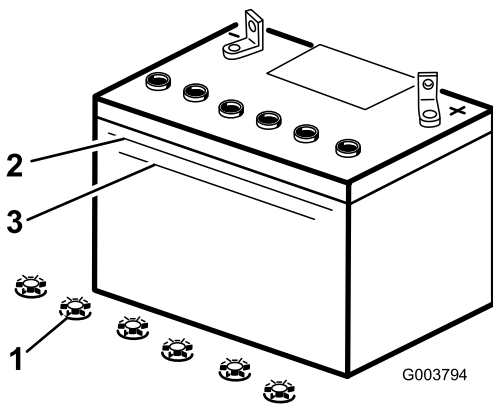

Figura 31
3. Mire hacia el lateral de la batería. El electrolito debe llegar a la línea superior (Figura 31). No permita que el electrolito esté por debajo de la línea inferior (Figura 31).
3. Retire los tapones de llenado de la batería (Figura 31).
4. Vierta lentamente agua destilada en cada célula de la batería hasta que el nivel de electrolito llegue a la línea superior (Figura 31) de la caja de la batería.
5. Espere de cinco a diez minutos después de llenar las células de la batería. Añada agua destilada, si es necesario, hasta que el nivel de electrolito llegue a la línea superior (Figura 31) de la caja de la batería.